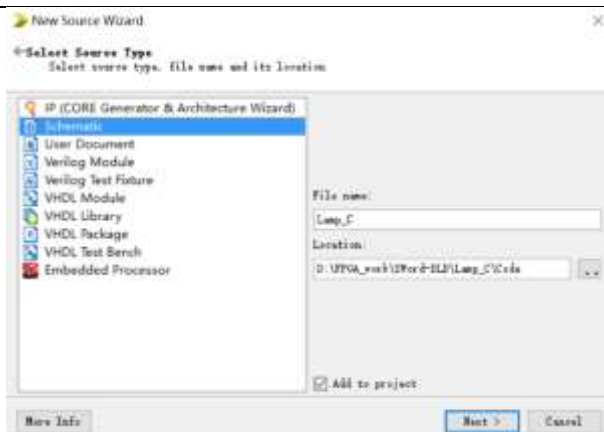

图 A.3-2 选择 Schematic 作为输入源类型
2) 点击后，出现如图 A.3-2 所示新 Source 模板向导窗口，选择 **Schematic** 作为源类型、输入文件名 **Lamp_C**、确认 **Add to project** 被选中。